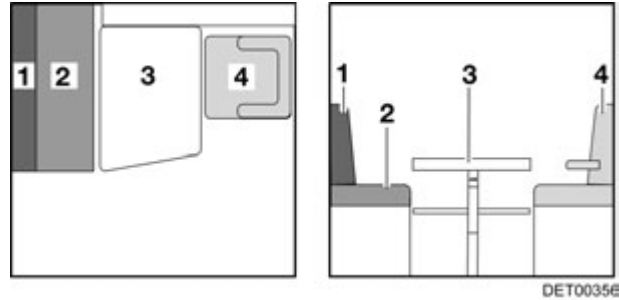

Fig. 99 Antes de la transformación
- Girar el asiento del conductor (Fig. 99,4) y empujarlo completamente hacia adelante.
- Transformar la mesa (Fig. 99,3) en base de cama (véase apartado 7.7).
- Quitar el cojín del respaldo (Fig. 99,1) y ponerlo a un lado.